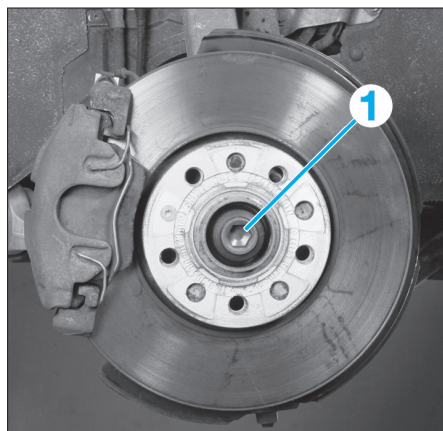

Fig. 1
- Desserrer la vis (1) de transmission sur le pivot de 90°, le véhicule restant au sol (Fig.1).